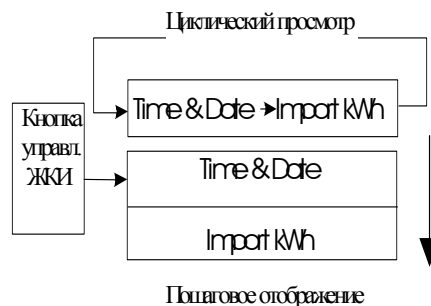

Рисунок 5
**Default (Нормальный режим)** – В этом режиме данные отображаются на ЖКИ в циклической последовательности (рисунок 5). Режим включается при подаче питания на счетчик. ЖКИ может быть запрограммирован на отображение необходимых величин с заданным временем удерживания параметра.